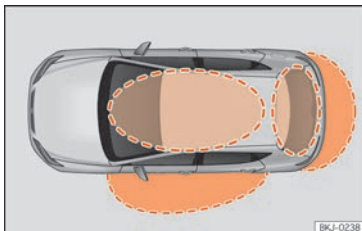
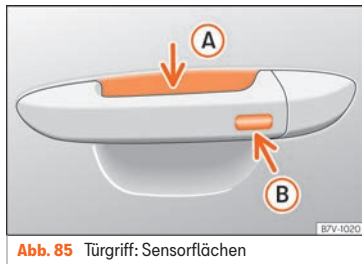

Abb. 84 Keyless Access: Näherungsbereiche.
Abb. 85 Türgriff: Sensorflächen
» Abb. 85
Keyless Access ist ein schlüsselloses Start- und Schließsystem, mit dem das Fahrzeug ohne aktive Fahrzeugschlüsselbenutzung ent- bzw. verriegelt werden kann. Dazu müssen sich lediglich ein gültiger Fahrzeugschlüssel im Erkennungsbereich für den Zugang zum Fahrzeug befinden » **Abb. 84** und eine der Sensoren an den Türgriffen berührt werden » **Abb. 85** » **i**.
Befindet sich ein gültiger Schlüssel in einem der Funktionsbereiche » **Abb. 84**, erteilt das Schließ- und Startsystem Keyless Access diesem Schlüssel eine Zugangsberechtigung, sobald eine der Sensorflächen an den Vordertürgriffen betätigt wird.
- Umfassen Sie den Fahrertürgriff. Dabei wird die Sensorfläche » Abb. 85 (A) (Pfeil) im Türgriff berührt und das Fahrzeug entriegelt sich.
- Berühren Sie *einmal* den Verriegelungssensor » Abb. 85 (B) (Pfeil) am Griff der Fahrertür. Die Tür, an welcher der Griff betätigt wird, muss geschlossen sein.
- Berühren Sie *einmal* die Sensorfläche » Abb. 85 (B) (Pfeil) am Griff der Fahrertür. Das Fahrzeug ist mit der „Safe“ » Seite 108-Sicherheitssystem verriegelt. Die Tür, an welcher der Griff betätigt wird, muss geschlossen sein.
- Berühren Sie *zweimal* die Sensorfläche » Abb. 85 (B) (Pfeil) am Griff der Fahrertür, um das Fahrzeug zu verriegeln, ohne das Sicherheitssystem „Safe“ zu aktivieren » Seite 108.
Wenn sich ein gültiger Fahrzeugschlüssel in der Nähe » Abb. 84 der Heckklappe befindet, entriegelt die Heckklappe beim Öffnen des verriegelten Fahrzeugs automatisch.
- Berühren Sie die Schließaste  auf dem Funkschlüssel und berühren Sie einmal innerhalb von 5 Sekunden die Verriegelungssensorfläche am Fahrertürgriff »» **Abb. 85** . Greifen Sie nicht am Türgriff, da sich das Fahrzeug sonst nicht verriegelt. Die Deaktivierung
Um mit der **Komfortfunktion** alle elektrischen Seitenfenster und das Glasdach zu schließen, legen Sie einige Sekunden einen Finger auf den Verriegelungssensorfläche »» **Abb. 85**  am Türgriff, bis die Seitenfenster und das Dach geschlossen sind.
»» **Abb. 85**  an einem der Türgriffe permanent aktiviert, schließen sich alle Fenster.